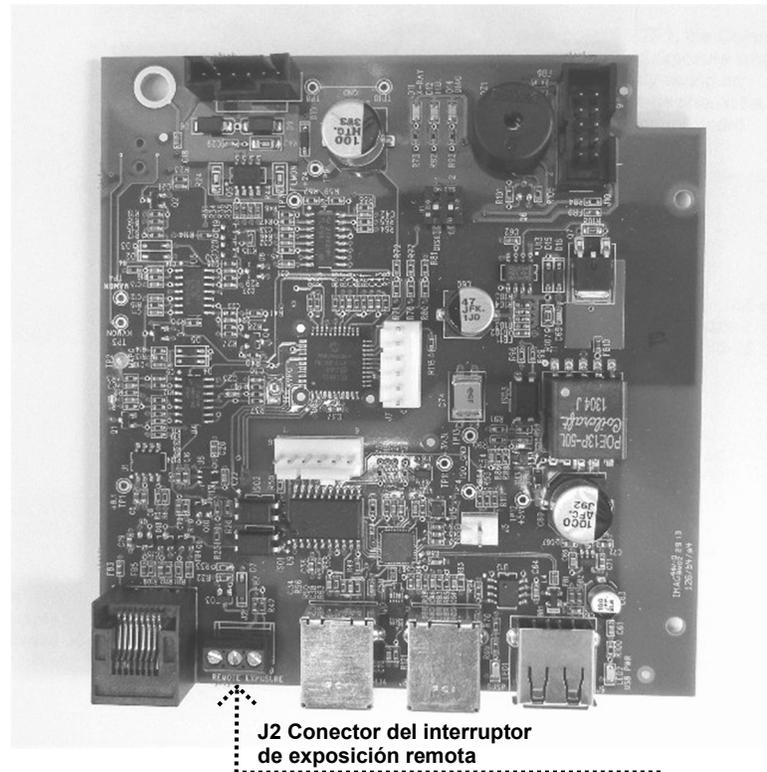

Figura 64
1. Si el indicador del panel del operador no suena, inspeccionar el estado de los interruptores de exposición remota. El reemplazo es el método preferido para probar estos interruptores, sin embargo, se puede aplicar un cable puente a través de los contactos J3, *Figura 64*, en la placa lógica momentáneamente para simular el cierre del interruptor de exposición.